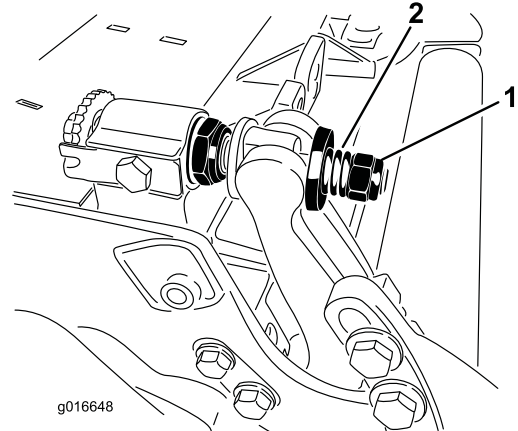

图29
- 旋紧弹簧加压螺母，直到弹簧完全压紧，然后往回松开1/2圈（图29）。
- 旋紧每个底刀架调节器组件上的螺母，直到加压弹簧完全压紧，然后松开1/2圈（图29）。